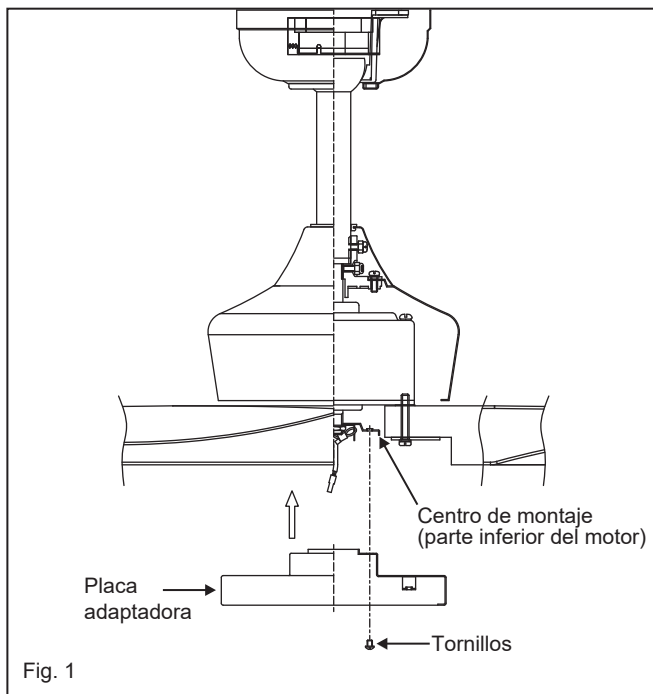

Fig. 1
- 1 Retire uno de los tres tornillos en el centro de montaje ubicado en el motor del ventilador. Afloje los otros 2 tornillos. (No quitar) (Fig. 1)